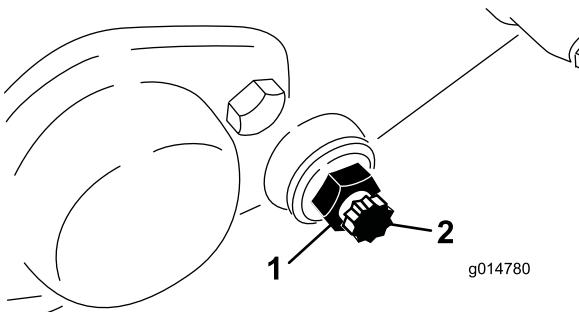

Figura 56
- Allentate, da ciascun lato della macchina, il controdado che fissa il bullone della barra di appoggio (Figura 56).
4. Togliete i bulloni della controbarra perché quest'ultima possa essere tirata in giù e tolta dalla macchina. Conservate le due rondelle di nylon e le due rondelle in acciaio stampato da ciascun lato della barra di appoggio (Figura 56).